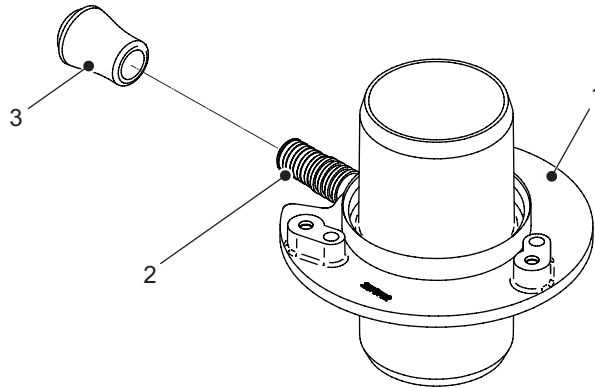

Bild 9: Dampfadapter
- a. Installieren Sie die Verschlusskappe (mitgeliefert) am Druckanschluss des Dampfadapters und sichern Sie diese mit einer Schlauchklemme (mitgeliefert). Siehe Bild 9.